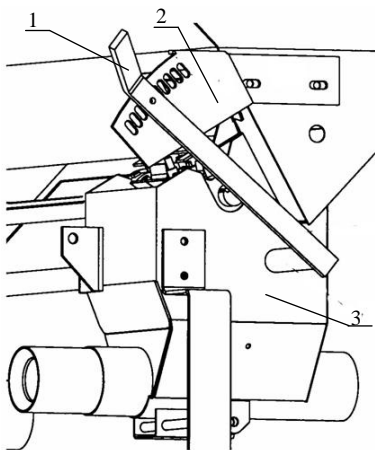

Рис. 7. Механизм регулировки донных заслонок: 1 – рычаг донных заслонок; 2 – регулировочные отверстия; 3 – высевающий аппарат.
Регулировка положения донных заслонок. Донные заслонки следует отрегулировать рычагом донных заслонок 1 (рис. 7) высевающих аппаратов 3 по таблице высева (табл. 1) в соответствующее положение 2 в зависимости от посевного материала.
- Произвести базовую регулировку высевной коробки, при которой фиксирующий лист с регулировочными отверстиями 2 рычага 1 (рис. 7) ослабляется и сдвигается таким образом, что